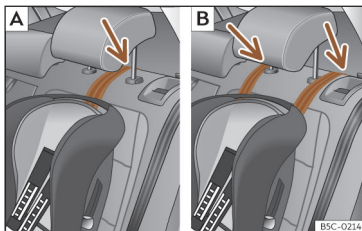

Fig. 37 Bancos traseiros: ajuste e montagem em função do cinto Top Tether.
- Coloque a correia por baixo do encosto de cabeça (em função das instruções da própria cadeira, levante ou retire o encosto de cabeça se for necessário) >>> **Fig. 37**.